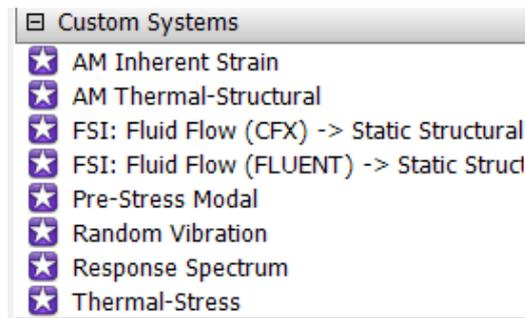

Рисунок 6 – Окно **Custom Systems**
– **Custom Systems** содержит готовые связки шаблонов для решения междисциплинарных задач (рисунок 6);